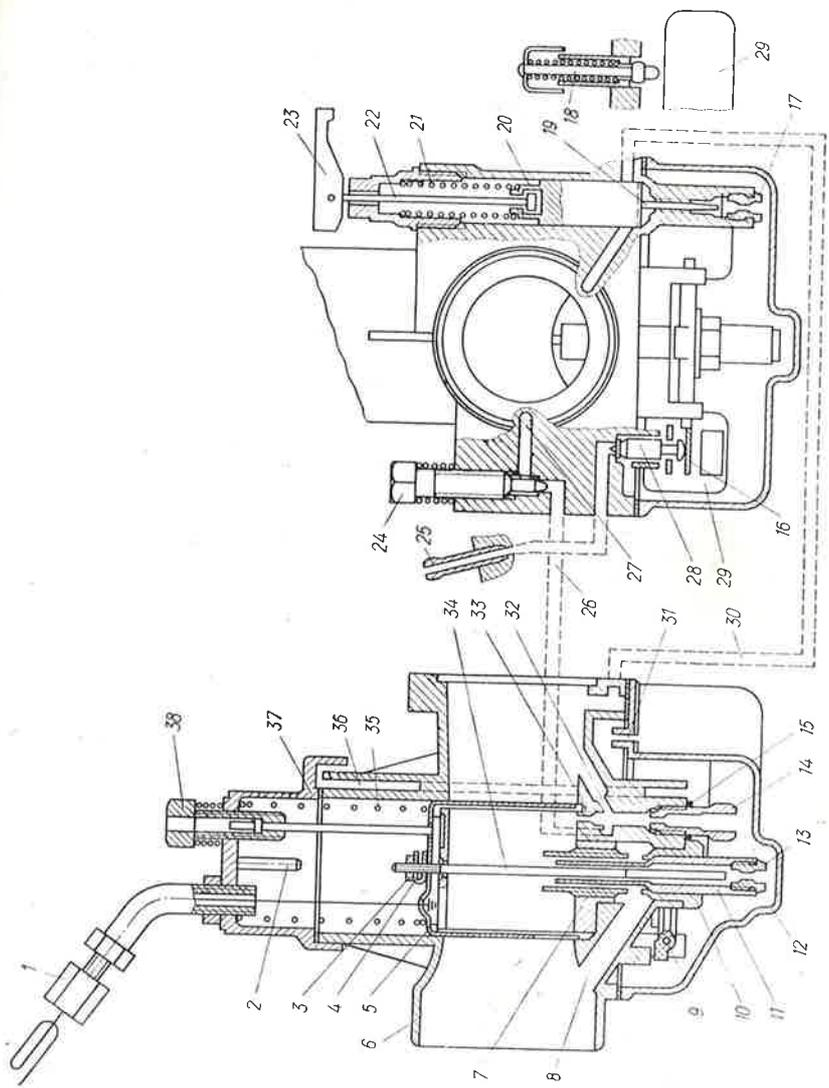

Рис. 15. Карбюратор К63Т:
Устройство карбюратора показано на рис. 15.
*Регулирование частоты вращения вала на холостом ходу.* Перед регулированием необходимо проверить наличие зазора между наконечником оболочки троса и штуцером, который должен быть в пределах 2—3 мм. В случае отсутствия зазора или если зазор больше указанной величины, необходимо ослабить контргайку штуцера 1 (рис. 15) и, поворачивая его вправо или влево, отрегулировать зазор и застопорить штуцер контргайкой. Указанный зазор на обоих карбюраторах должен быть одинаковым.